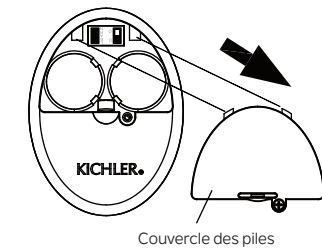

Fig. 25
**Étape 2.** À l'aide d'un tournevis, retirez le couvercle de la batterie du combiné et conservez la vis pour une utilisation ultérieure. (Fig. 25)